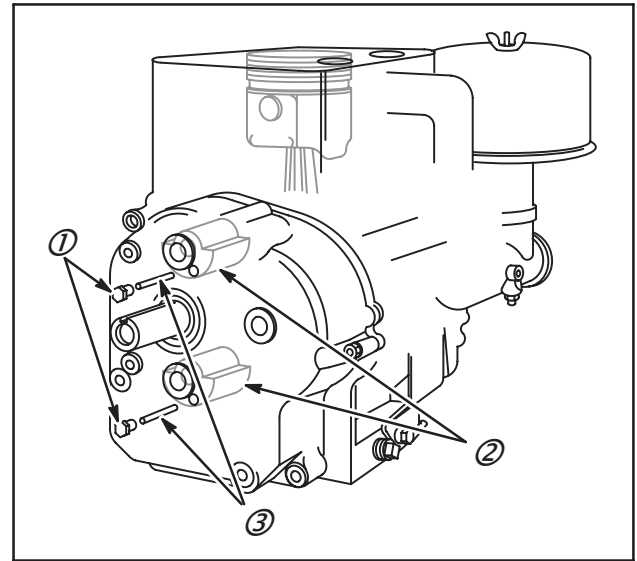

Fig. 7
1. Déposer les deux petites vis (1) du flasque.
2. Enfiler les goupilles de positionnement de 3 mm de diamètre (3) à travers les trous des vis et dans les trous de calage prévus dans les contrepoids (2), Fig. 7.